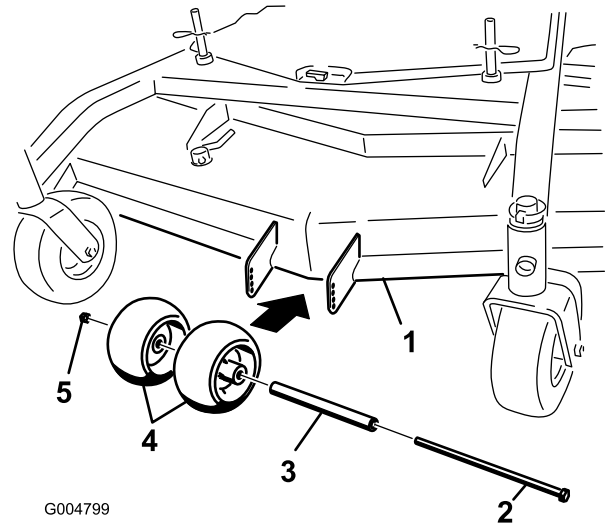

**Figure 15**
1. Choisissez le trou dans le montant de hauteur de coupe et le nombre d'entretoises correspondant à la hauteur de coupe voulue (Figure 15).
2. À l'aide de la poignée, soulevez le côté du tablier de coupe et enlevez la goupille fendue (Figure 15).
3. Ajoutez ou enlevez des entretoises selon les besoins, alignez les trous et insérez la goupille fendue (Figure 15).